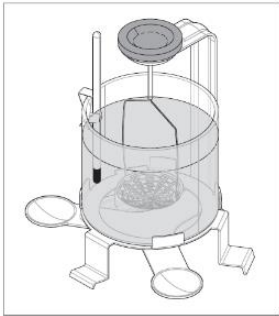

Figura 4.2-1
- Sospendere un supporto adatto dalla staffa per assicurarsi che non tocchi la parete del becher o il termometro*. Se viene visualizzato un sottocarico, utilizzare il peso di compensazione come descritto nel capitolo 1 (controllare la figura 4.2-1 come esempio).